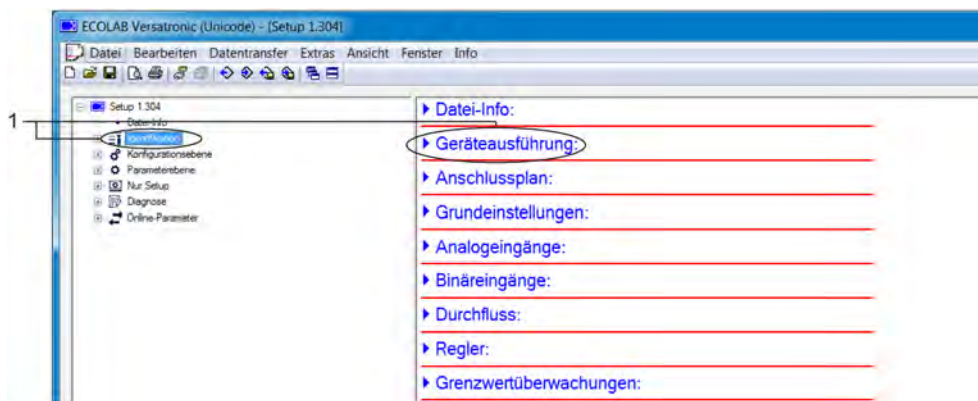

Abb. 98: Geräteausführung
3. ▶ Rufen Sie im „Versatronic“-Setup-Programm den Menüpunkt „Geräteausführung“ mit einem Doppelklick auf. (Siehe Abb. 98 .)